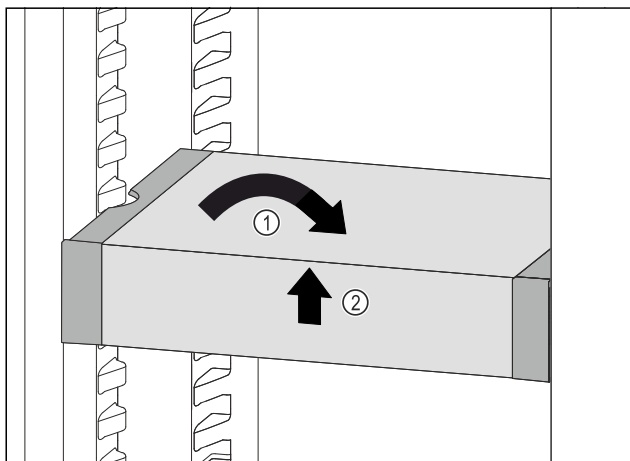

Fig. 118
- VarioSafe postavte rovně. Fig. 118 (1)
- VarioSafe vpředu zvedněte. Fig. 118 (2)